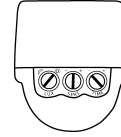

Fig. 6
2. Gire el botón LUX en sentido contrario a las agujas del reloj para indicar el símbolo del sol. Esto significa que el aparato debe funcionar durante el día. Ponga el botón SENS a medium (a la mitad) (Fig. 6).